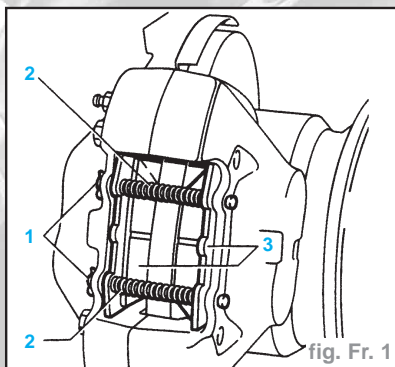
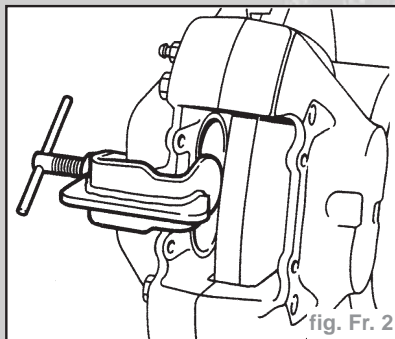

fig. Fr. 1
fig. Fr. 2
- Déposer la goupille fendue (1) des broches de retenue (Fig. Fr. 1).
- Déposer les broches de retenue (2) des plaquettes et les ressorts antivibrations.
- Déposer les plaquettes de freins (3).
- A l'aide de la pince ce serrage de piston LRT-70-500, enfoncer chaque piston dans son alésage (Fig. Fr. 2). S'assurer que le liquide de freins qui est ainsi déplacé ne déborde pas du réservoir.